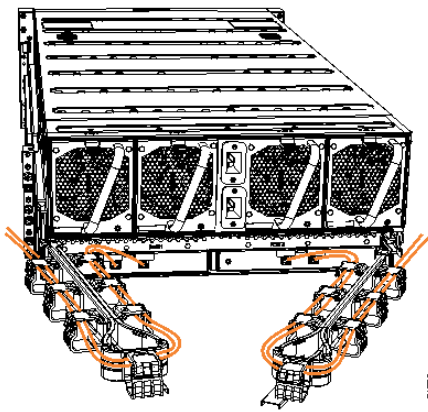

图 99. 穿过电缆管理臂的 SAS 电缆的示例
8. 将 SAS 电缆穿过电缆管理臂，如第 77 页的图 99 中所示。